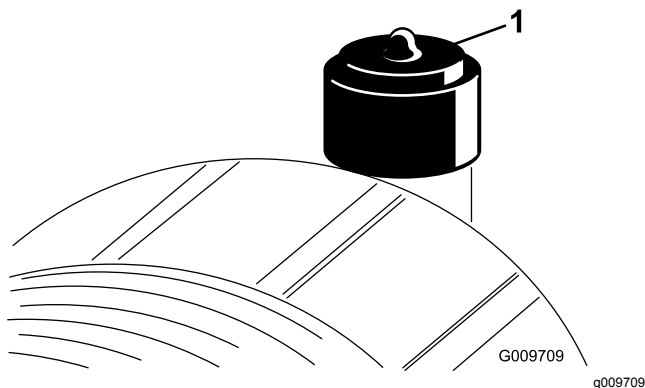

Figura 56
Effettuate la manutenzione del filtro dell'aria quando l'indicatore (Figura 56) lo richiede. Sostituendo il filtro dell'aria prima del necessario si aumenta il rischio che la morchia penetri nel motore quando si toglie il filtro.
2. Se la spia (Figura 56) è rossa, resettatela.